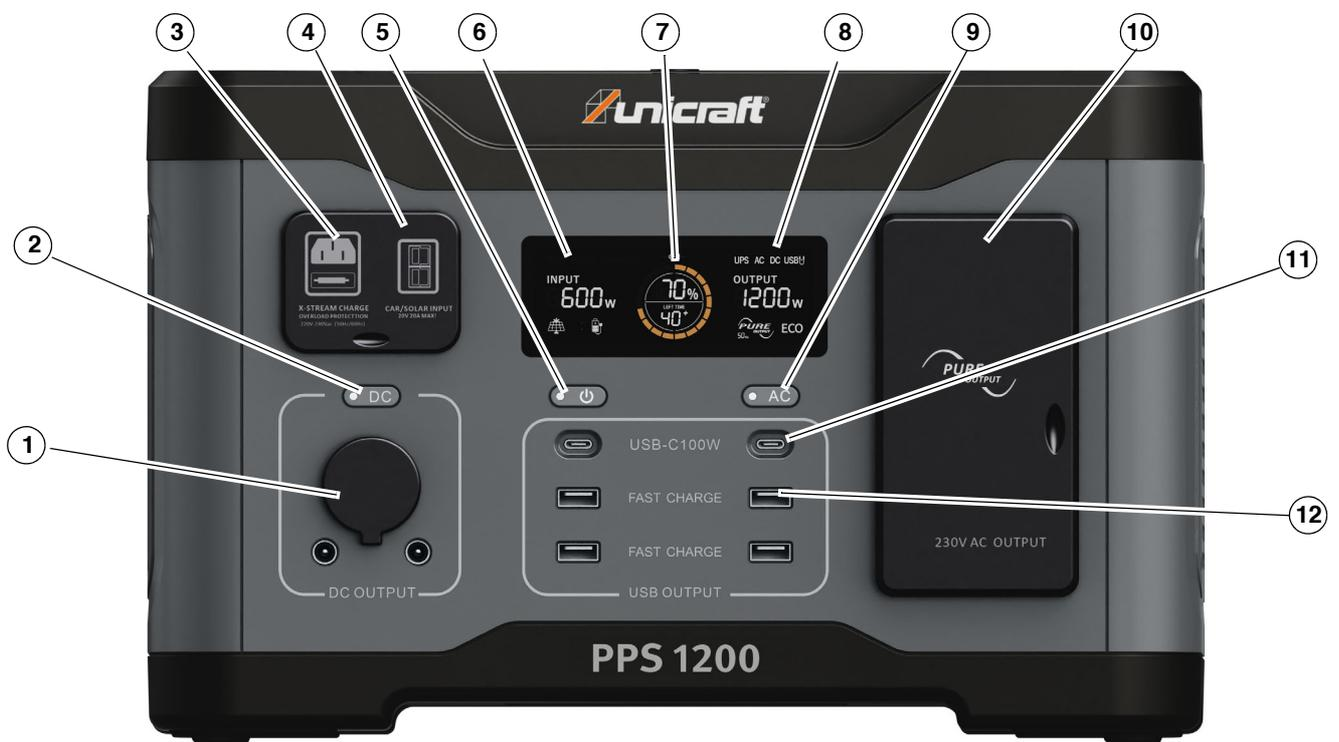

Abb.4-1: Beschreibung PPS 1200
- Drücken Sie den EIN/AUS-Schalter (Pos. 5, Abb. 4-1 bzw. 4-2), um die Powerstation einzuschalten. Das Display leuchtet auf. Die USB-Ausgangsanschlüsse werden beim Einschalten des Geräts automatisch aktiviert.
- Drücken Sie die Taste DC- (Pos. 2, Abb. 4-1 bzw. 4-2) bzw. AC-Ausgang (Pos. 9, Abb. 4-1 bzw. 4-2) einmal, um die entsprechenden DC/AC-Ausgangsanschlüsse einzuschalten.
- Drücken Sie den EIN/AUS-Schalter (Pos. 5, Abb. 4-1 bzw. 4-2), um die Powerstation einzuschalten. Das Display leuchtet auf.
Wenn das Gerät bereits eingeschaltet ist und ausgeschaltet werden soll, drücken Sie den EIN/AUS-Schalter (Pos. 5, Abb. 4-1 bzw. 4-2), um die Powerstation auszuschalten.